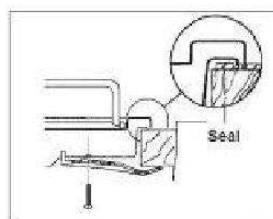

Рисунок 7
- Закрепите варочную панель соответствующими крепежными зажимами и винтами, как показано на схеме. После затягивания винтов излишнее уплотнение можно удалить. (см. Рисунок 7*)